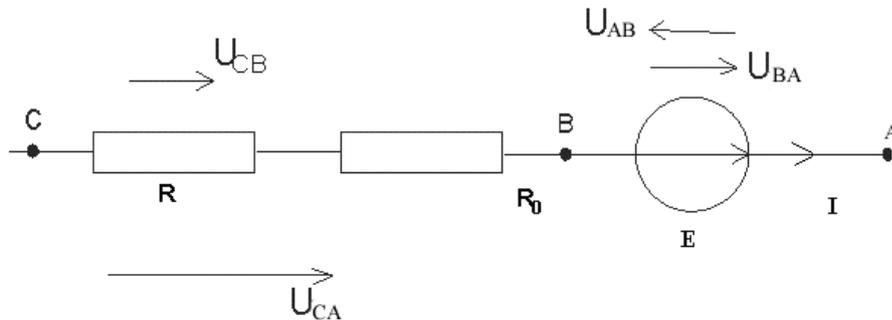

Рисунок 1 – Активный участок электрической цепи
4. Обобщенный закон Ома устанавливает связь между током участка цепи, его сопротивлением, ЭДС и напряжением для участка цепи, содержащего источник ЭДС, т. е. активного участка (рисунок 1).